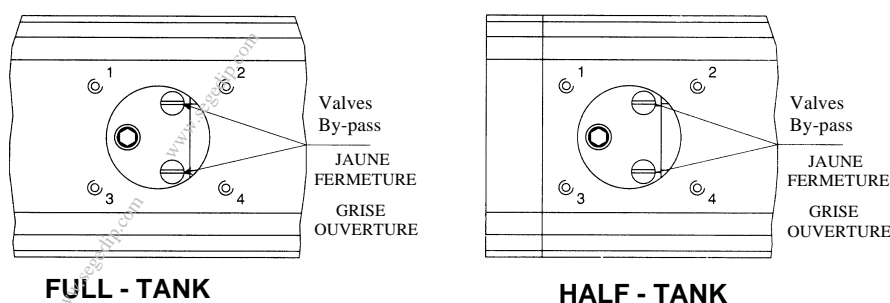
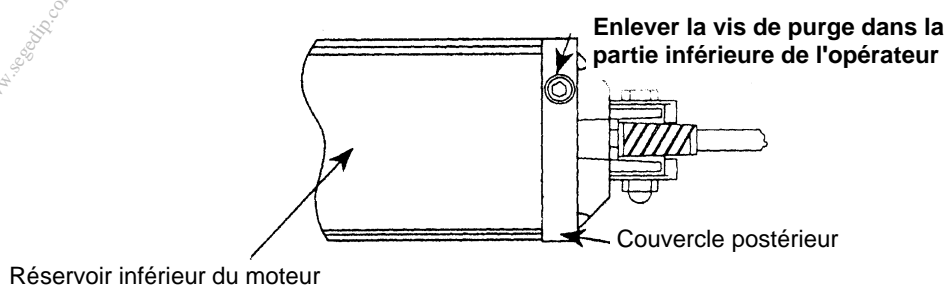

Fig. 13
Fig. 14
E - Une fois qu'on a vérifié avec des autres manœuvres le bon fusionnement il faut procéder à monter la protection pour la tige. Ensuite il faut enlever le petit couvercle porte-serrure en dévissant les vis que le fixe au réservoir d'huile.(fig. 13). Dans la partie interne sont évidentes les régulations des valves de sécurité (by pass). Il faut agir sur ceux-ci pour régler la pression en respectant la force d'écrasement d'environ comparable à 15 Kg sur l'extrémité du vantail, selon les normes de sécurité et dans les deux sens de manœuvre. Les pressions finales se différencient entre eux pour le 20-25%, en tout cas il faut qu'en ouverture la pression est supérieure à la valeur de fermeture. Il faut dire que les valves règlent les forces et pas la vélocité. Les forces exercée par l'opérateur qu'on peut retrouver à partir du diagramme de Fig.5, ne sont pas les forces réelles pour les manœuvres du portail. Les valeurs réelles sont sensiblement inférieures du moment que l'opérateur est appliqué avec une grande inclinaison. Avant de remonter le système de déverrouillage, il faut contrôler les niveaux de l'huile (au cas où ajouter de l'huile). Pour les modèles LIBRA FT - HT cela doit remplir le distributeur en aluminium quand le portail est ouvert. Il est très bonne habitude de contrôler et de refaire des ajoutage d'huile chaque année pour les services normaux, et 2 ou 3 fois par année pour les services très intensives. **Enfin enlever la vis (qui ferme le trou de purge de l'opérateur pendant le transport) qui se trouve dans la partie inférieure de la bride d'attache postérieure (Fig. 14).**
- 2) Vérifier le réglage des by-pass (Fig.13) en prenant en considération que la pression d'ouverture doit être supérieure par rapport à celle définie pour la fermeture.